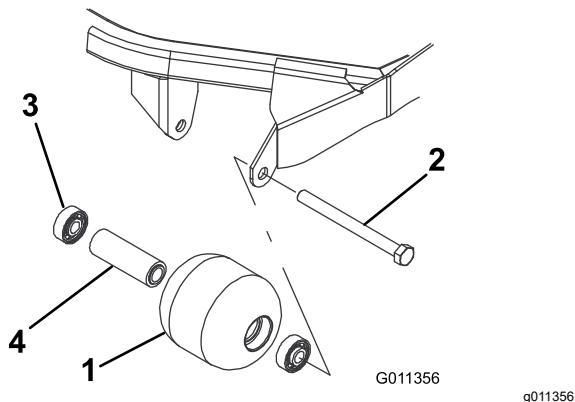

Figure 73
1. Retirez le boulon de fixation du galet (Figure 73).
1. Enfoncez le premier roulement dans le logement à la presse (Figure 73). Exercez la pression uniquement sur la bague extérieure ou uniformément sur les bagues intérieure et extérieure.
2. Insérez l'entretoise (Figure 73).
3. Enfoncez le second roulement dans le logement à la presse (Figure 73). Exercez une pression uniforme sur les bagues intérieure et extérieure jusqu'à ce que la bague intérieure rencontre la douille d'écartement.